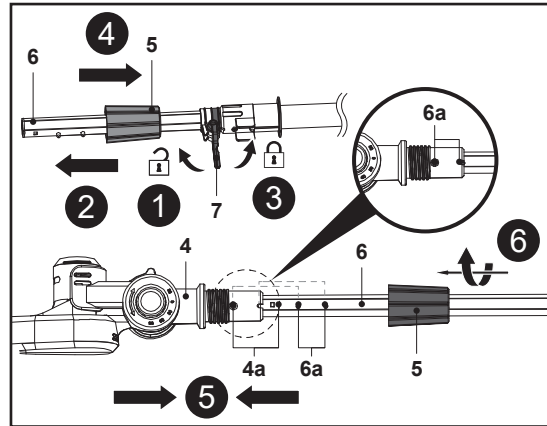

Fig. 1
1. Desserrer le levier de verrouillage (7) (Fig. 1, étape 1) et sortir la perche télescopique (6) (Fig. 1, étape 2), puis resserrer le levier de verrouillage (7) (Fig. 1, étape 3).
2. Replacer le manchon de blocage (5) sur la perche télescopique (6) (Fig. 1, étape 4).
3. Aligner la perche télescopique (6) avec le support de perche (4) et l'insérer. S'assurer que les goupilles (6a) s'enclenchent dans les orifices de montage (4a) pour un raccord fiable (Fig. 1, étape 5).
4. Monter le manchon de blocage (5) sur le filetage du support de perche (4) et serrer le manchon de blocage (5) dans le sens des aiguilles d'une montre pour assurer la fixation (Fig. 1, étape 6).